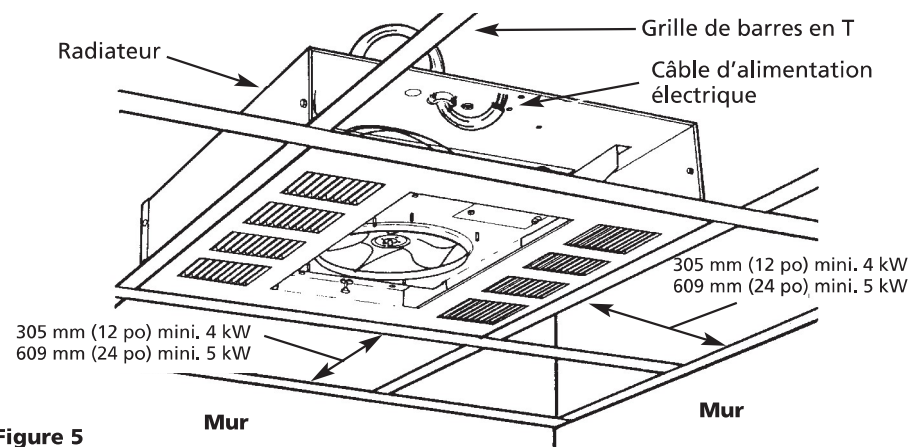

Figure 5
14. Placer le radiateur dans la grille des barres en T (Figure 5) et fixer solidement comme il convient.